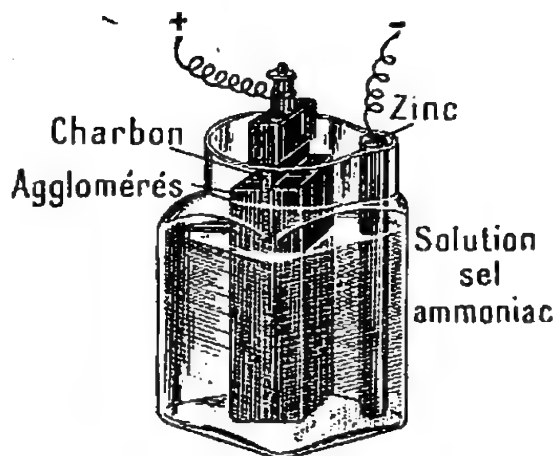

Fig. 552. — Élément de la pile Leclanché.
**6. Usages des piles.** — On utilise les piles pour actionner les *sonneries électriques* (pile Leclanché, fig. 552), le *télégraphe* et le *téléphone*, pour la *galvanoplastie*, la *dorure*, l'*argenture*, etc. ; on les emploie aussi en *médecine*. — Lorsqu'on rapproche et qu'on sépare successivement les extrémités des fils qui partent des deux pôles d'une pile, on obtient de petites étincelles. En associant un certain nombre de piles, on